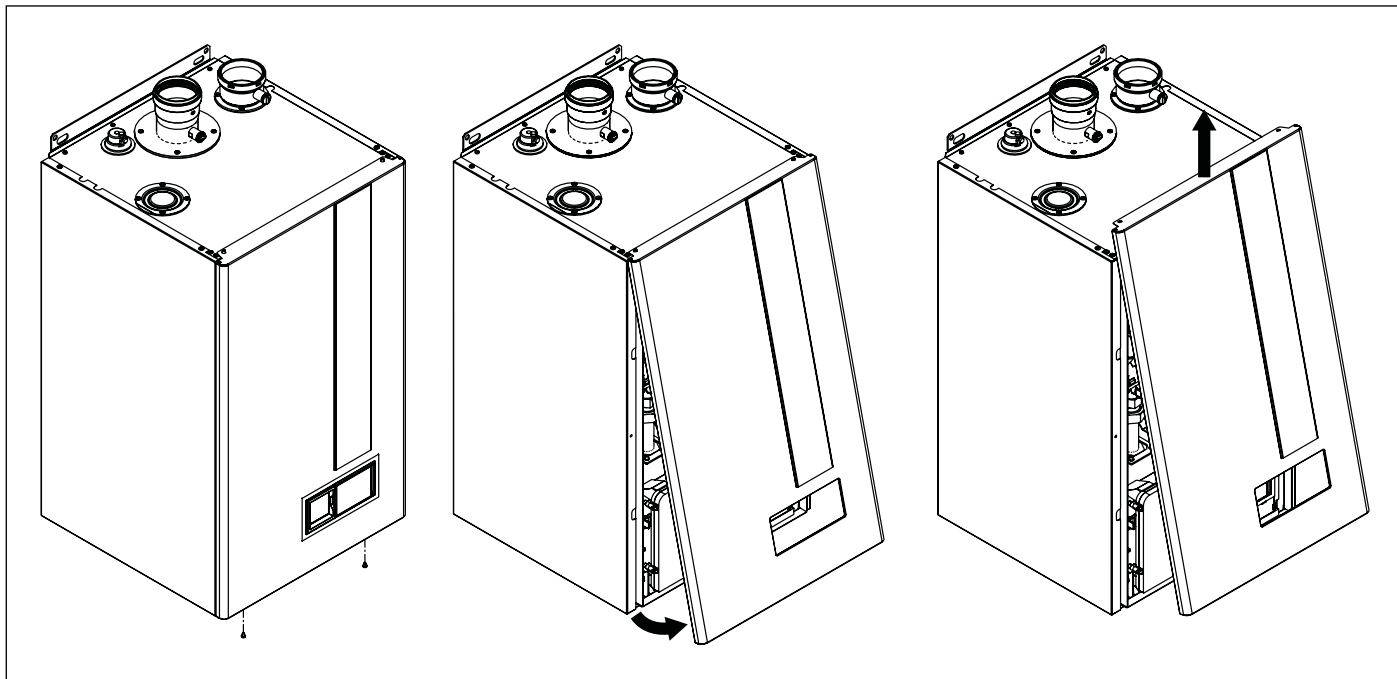

Рис. 26 Открытие облицовки
- Демонтируйте переднюю облицовку котла (см. Рис. 26 Открытие облицовки).